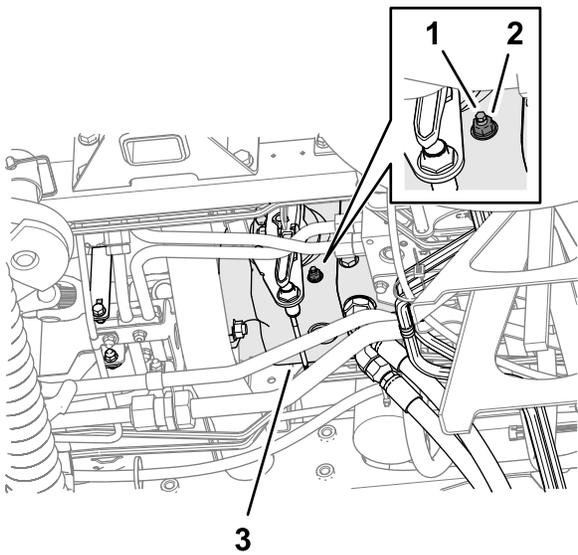

图 90
3. 从机器底部和牵引泵右侧松开固定空档返回调节螺丝的锁紧螺母 图 90。